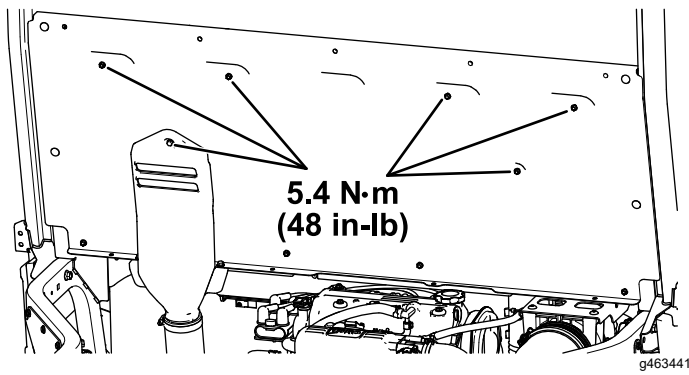

Figure 30
- H. Serrez les 5 boulons à tête hexagonale à embase ($\frac{1}{4} \times \frac{3}{4}$ po) et le boulon captif fixés au capot d'admission CVT à 5,4 N·m (48 po-lb), comme montré à la Figure 30.